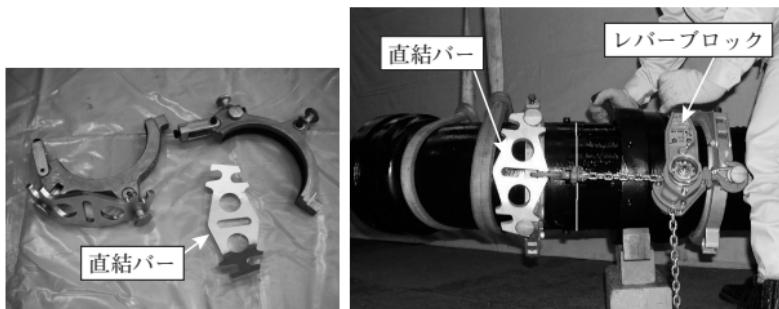

図25 直結バーの取り付け
また、異形管と異形管を接合する場合は、管が振れると接合しにくいため、接合器具ごとの補助器具を使用して接合する。(図25、26参照)
#### (1) 接合例1(図25参照)
呼び径200、250は図25に示すように直結バーを取り付けて、振れにくくして接合する。